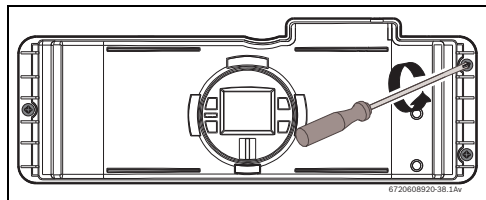
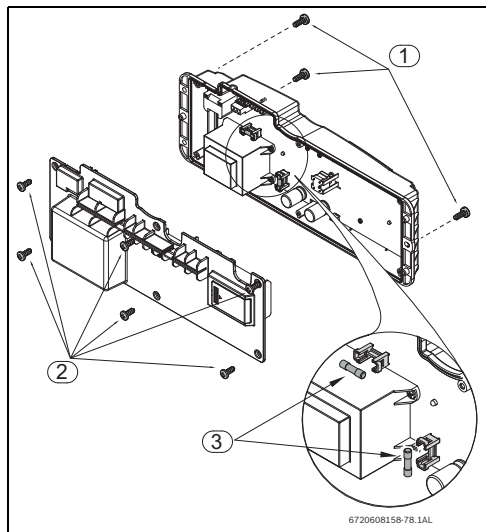

Fig. 52
Fig. 53 Ubicación de los fusibles
- Aflojar tres tornillos en la parte de lantera de la caja electrónica (Fig.52 y Fig.53, pos. 1).
- Sacar la caja electrónica para acceder a los seis tornillos en la parte posterior y retirarlos (Fig.53, pos. 2).